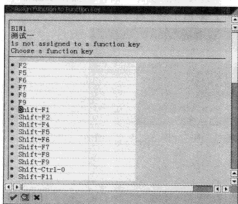

图 12-42 分配功能键
STEP 7 设置完成单击“”按钮继续，为按钮分配一个功能键，如图 12-42 所示。